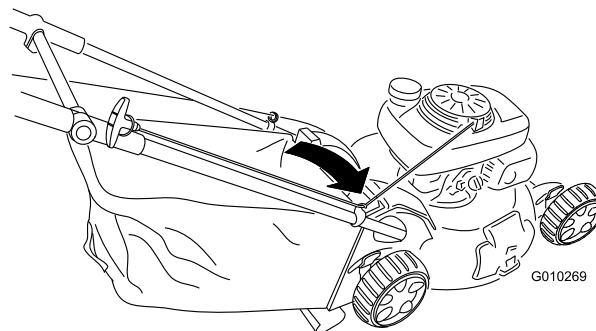

Рисунок 34
1. Проложите трос стартера вокруг нижней направляющей троса (Рисунок 34).